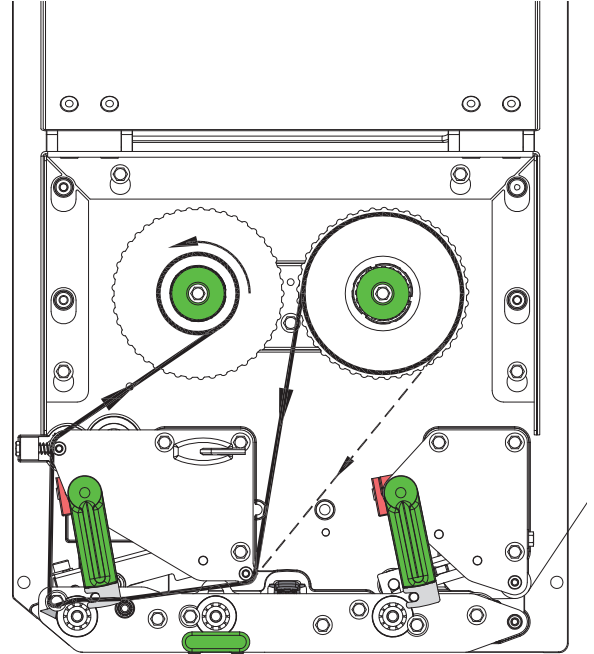

Bild 12 Transferfolienlauf
2. Hebel (6) gegen den Uhrzeigersinn drehen, um den Druckkopf anzuheben.
3. Transferfolienrolle (3) so bis zum Anschlag auf den Abwickler (4) schieben, dass die Farbbeschichtung der Folie nach dem Einlegen auf der dem Druckkopf abgewandten Seite liegt.
4. Abwickler (4) festhalten und Drehknopf (5) gegen den Uhrzeigersinn drehen, bis die Transferfolienrolle fixiert ist.
5. Geeigneten Transferfolienkern (1) auf den Transferfolienaufwickler (2) schieben und in gleicher Weise fixieren.
6. Transferfolie wie in Bild 12 durch die Druckmechanik führen.
7. Transferfolienanfang mit einem Klebestreifen am Transferfolienkern (1) fixieren. Hierbei die Rotationsrichtung des Transferfolienaufwicklers gegen den Uhrzeigersinn beachten.
8. Transferfolienaufwickler (2) gegen den Uhrzeigersinn drehen, um den Transferfolienlauf zu glätten.
9. Hebel (6) im Uhrzeigersinn drehen, um den Druckkopf zu verriegeln.